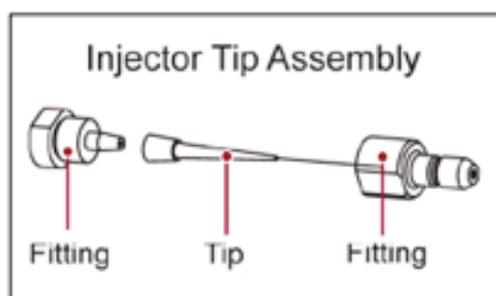

図 2
- 4) 取り外した Injector Tip Assembly を図 2 の様に分解し、Tip を交換する。